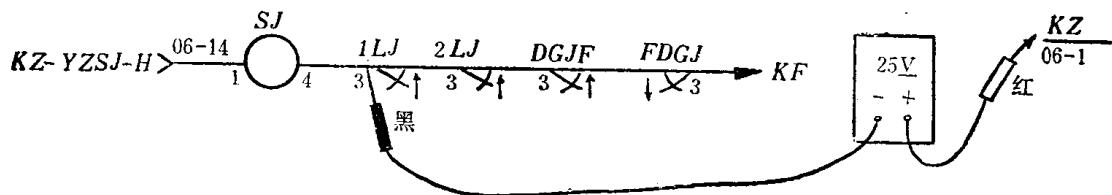

图 4
4. 步进电压法 就是在查找某种电源正（负）极时，万用表置于电压档，将就近借用组合侧面端子，组合架零层端子或控制台零层端子的某种电源负（正）极的表笔固定，另一表笔择优选点一步一步地移动测量，逐步缩小故障范围。例如查找“锁闭继电器SJ不励磁故障”，当用电压法测量 SJ_{1-4} 直流电压为零伏后，可用步进电压法进一步确定 SJ_{1-4} 是无KZ电源还是无KF电源，还是KZ、KF电源均无。先借KF电源测量 SJ_1 ，如DC值为24伏，说明 SJ_1 有KZ电源；反之无KZ电源。再借KZ电源测量 SJ_4 ，如DC值为24伏，说明 SJ_4 有KF电源；反之无KF电源。若 SJ_4 无KF电源，就应该将借KZ电源的万用表红表笔（正极）固定，用万用表黑表笔（负极）选点测量，见图4。